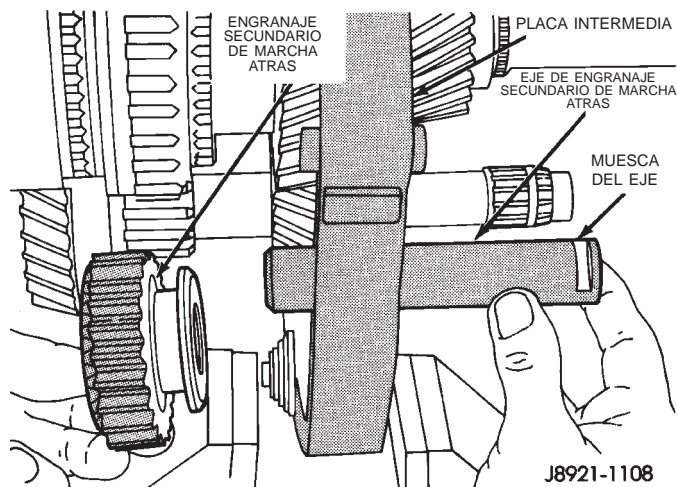
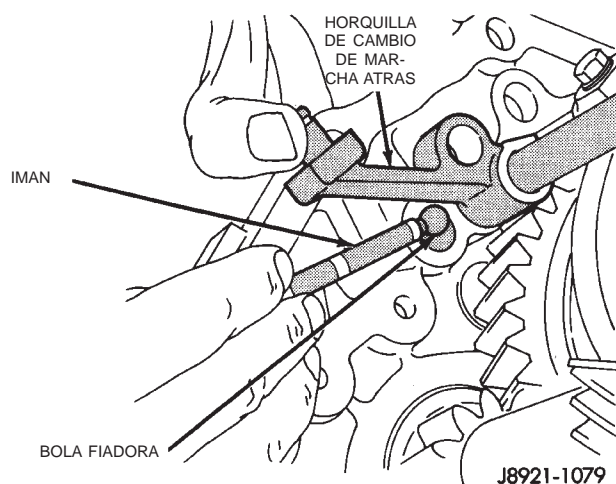

Fig. 92 Instalación de eje y engranaje secundario de marcha atrás
Fig. 94 Instalación de bola fiadora de corredera de cambios de engranaje de quinta velocidad
(21) Instale la bola fiadora de la corredera de cambios del engranaje de quinta velocidad en la placa intermedia (Fig. 94).
(22) Instale la corredera de cambios del engranaje de quinta velocidad dentro de la placa intermedia.
(23) Instale el engranaje secundario de marcha atrás y el eje del engranaje secundario (Fig. 92). Verifique que la muesca del eje del engranaje secundario quede hacia la parte trasera de la transmisión.